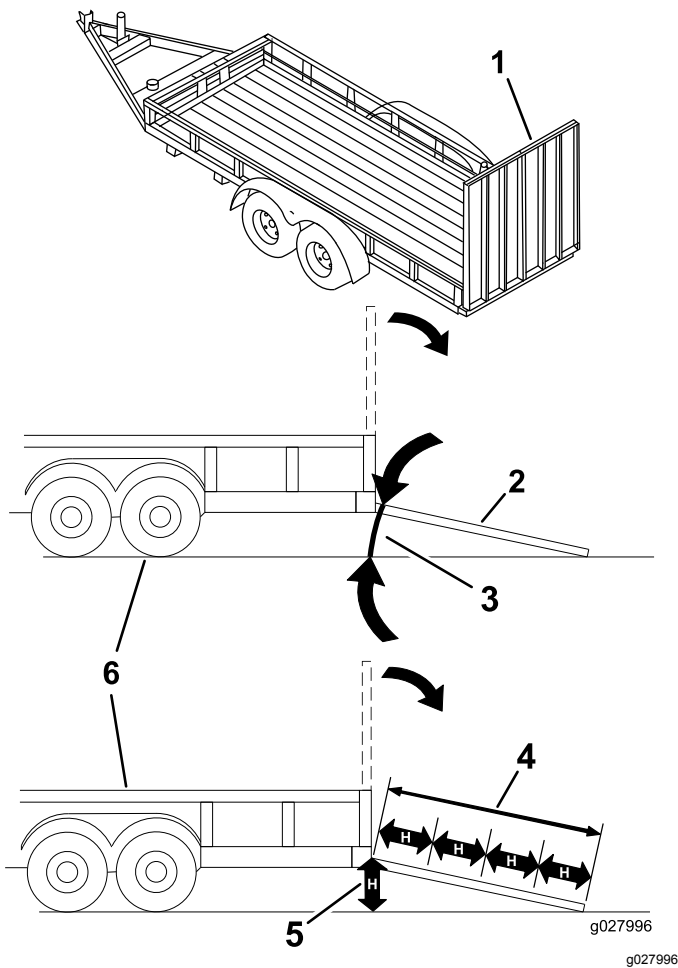

Figure 27
**Le chargement de la machine sur une remorque ou un camion augmente le risque de basculement, et donc de blessures graves ou mortelles (Figure 27).**
1. Abaissez la rampe pour que l'angle avec le sol ne dépasse pas 15 degrés (Figure 27).